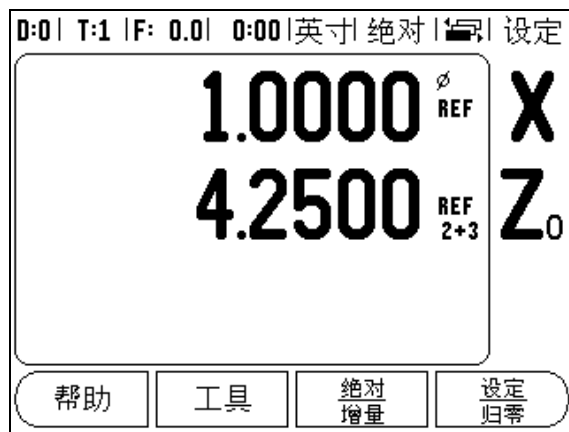

图 II.4 连接 Z 轴
- ▶ 按显示单元后面板上相应的编码器输入接口的数字键。按 “+” 或 “-” 软键将第 2 个输入与第 1 个输入接口连接。输入的数字显示在轴符旁，代表它是一个连接位置（例如 “2 + 3”）。参见图 II. 4。
要连接 Z₀ 和 Z 轴并将结果显示在 Z₀ 上，按住 Z₀ 键约 2 秒钟。Z 轴位置的合计值将显示在 Z₀ 上，Z 轴显示为空。参见图 II. 4。